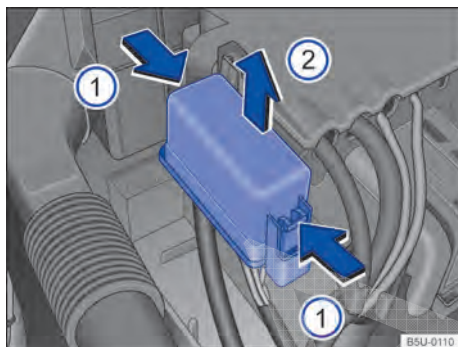

Fig. 176 No compartimento do motor: cobertura da caixa de fusíveis.
- Pressionar as travas no sentido da seta → Fig. 176 **1**, para destravar a cobertura da caixa de fusíveis.